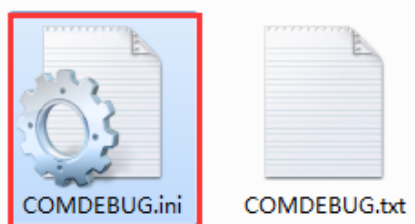

图 2.3 生成 ini 调试文件
② 将记事本.txt 后缀改为.ini，这样我们就生成了所需的 COMDEBUG.ini 调试文件，如图 2.3 所示。